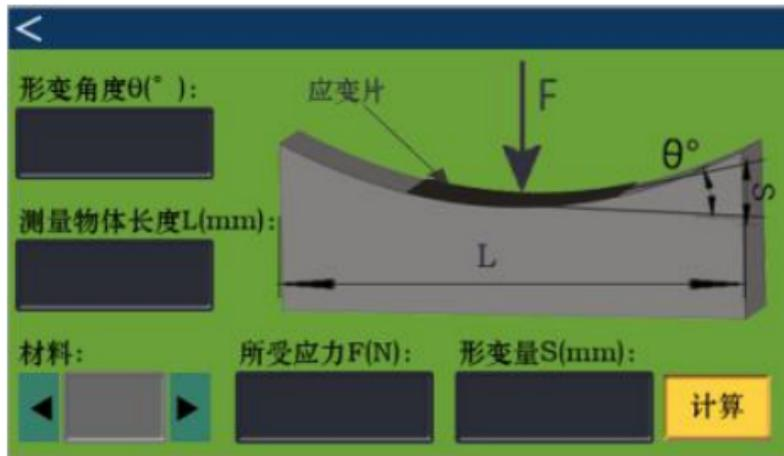

图 19 应力计算器
- ii. 在应力模式下,在测试界面点击附加功能按键,进入应力计算器(图 19)。应力计算器界面共有 5 项参数:形变角度、测量物体长度、材料、所受应力和形变量。其含义分别是: